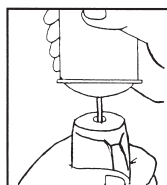

Fig. 1
3. Følg instruksjonene på gassflasken. Trykk inn spissen i påfyllingsventilen og pump lett for det beste resultatet. Se fig. 1.